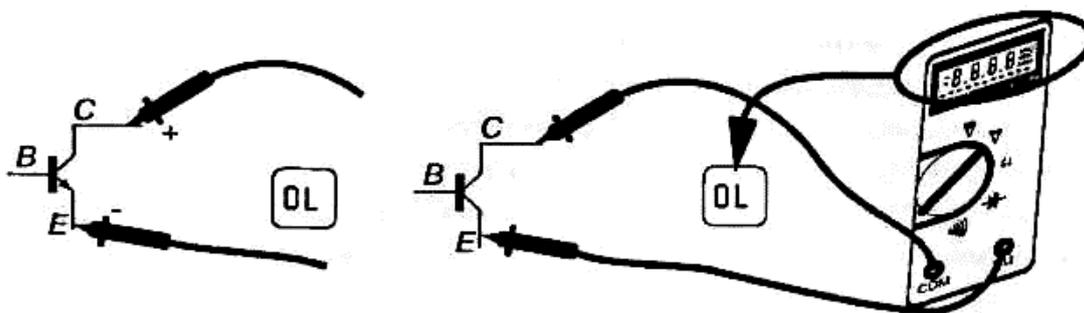

Рис. 7. Проверка биполярного транзистора n-p-n типа
2. Необходимо установить переключатель мультиметра в режим тестирования диода. Подвести измерительный зажим к коллектору и эмиттеру транзистора. Вне зависимости от направления подключения в окошке индикатора должно считываться OL (рис. 7). На самом деле независимо от направления подключения (а значит, и полярности напряжения измерения, обеспечиваемого мультиметром), а также от типа транзистора (n-p-n или p-n-p) в случае подключения измерительных зажимов к эмиттеру и коллектору транзистора один из его внутренних переходов всегда имеет обратное включение.
2. Следует установить переключатель мультиметра в режим тестирования диода. Подключить измерительные зажимы к стоку и истоку МОП транзистора. Вне зависимости от направления подключения в окошке индикатора должно считываться OL (рис. 7).